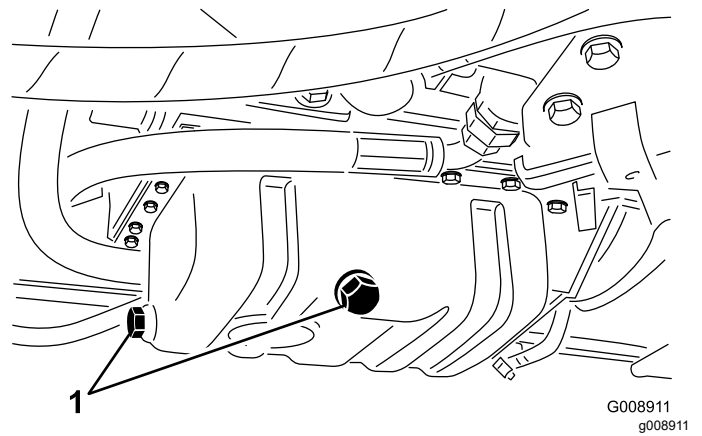

Figura 61
- Retire o tampão de escoamento (Figura 61) e deixe o óleo escorrer para um recipiente adequado.